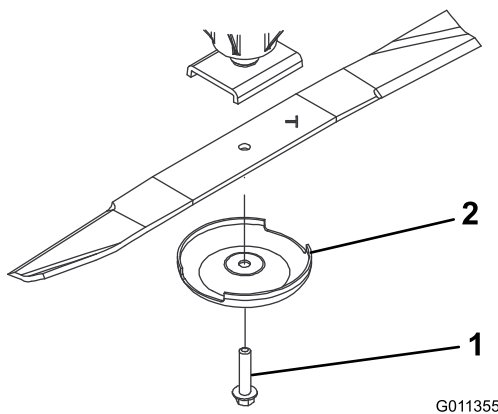

Figura 14
2. Sujete el extremo de la cuchilla usando un paño o un guante grueso. Retire del eje de la cuchilla el perno de la cuchilla, el protector de césped y la cuchilla (Figura 14).
3. Instale la cuchilla, con la vela hacia la carcasa de corte, con el protector de césped y el perno de la cuchilla (Figura 14). Apriete el perno de la cuchilla a 85–110 pies-libra (115–149 N-m).